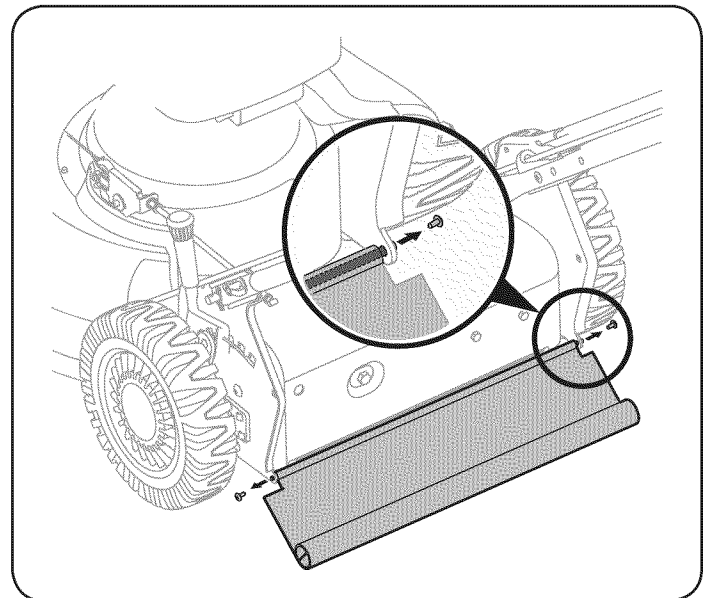

Figura 16
Lubrique el resorte de torsión y el punto de pivote en cada extremo de la puerta del adaptador de colector de pasto por lo menos una vez por temporada con aceite ligero para evitar que se oxide. Vea la Figura 16.
1. Para quitar la tapa trasera, levante la puerta trasera, quite el tornillo, y la tapa de prensa en a ambos lados para quitar del agujero. Ver la Figura 16.